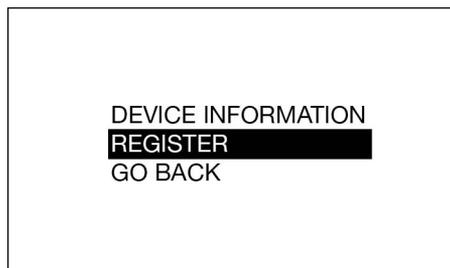

FIG. 12
3. À partir du MENU CONFIGURATION, utiliser les FLÈCHES HAUT et BAS du pavé de navigation pour choisir l'option ENREGISTRER (FIG. 12).